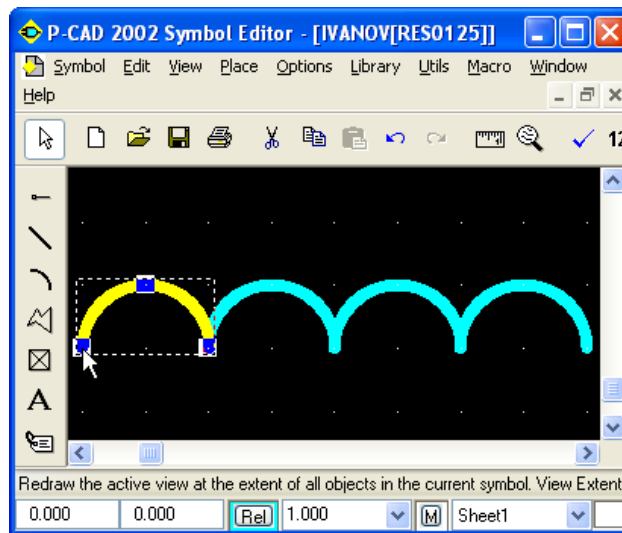

Рис. 4.50 - Массив копий витка катушки
- Результат представлен на рис. 4.50.